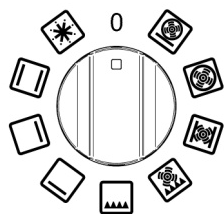
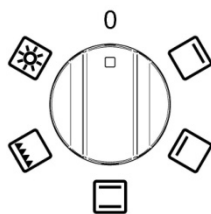

Fig 27A
Fig 28A
**1** Vrid reglageknoppen (Fig.27A-27B and Fig.28A-28B) medurs till det önskade funktionsläget. Den orangea lampan kommer att lysa upp och indikera att elementet är på.